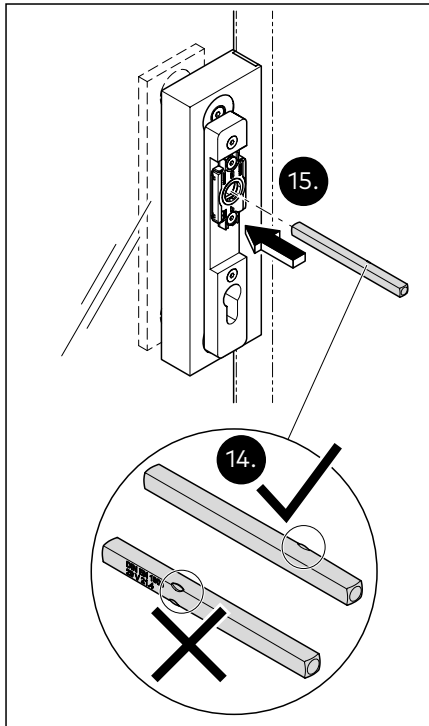

Abb. 19 Den Vierkantstift montieren
14. Die Ausrichtung des Vierkantstifts beachten (Abb. 19).